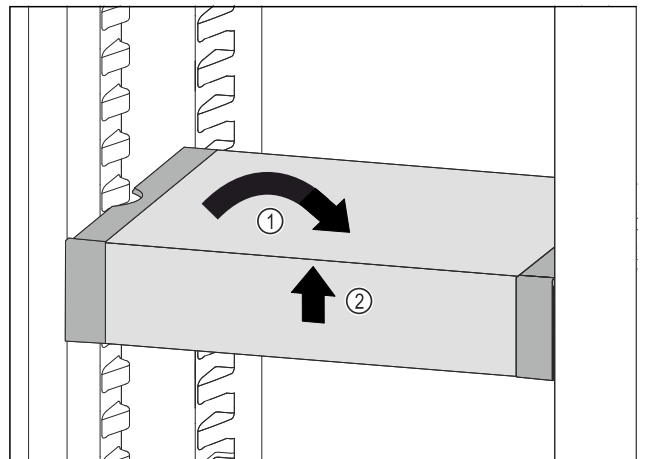

Fig. 116
- ▶ VarioSafe gerade stellen. Fig. 116 (1)
- ▶ VarioSafe vorne anheben. Fig. 116 (2)